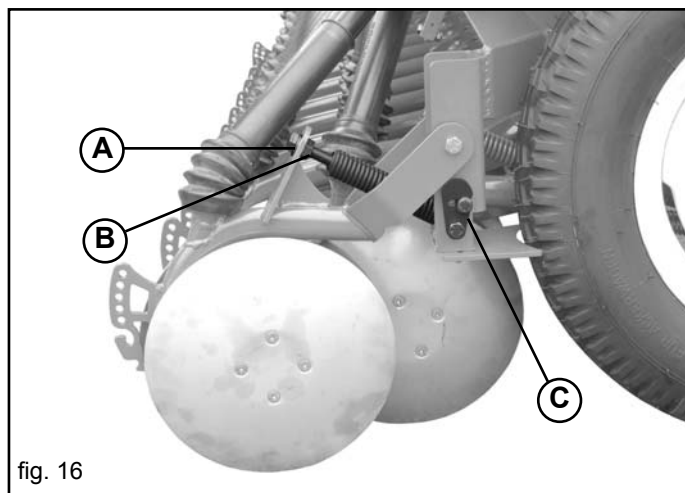

fig. 16
Dans les rangs extérieurs, augmenter ou diminuer la pression en réglant la vis (A Fig. 16), en la bloquant avec l'écrou (B).
Pour les éléments de rayonnage extérieurs, qui agissent sur les traces laissées par les roues du semoir, régler la profondeur de travail en changeant le limiteur de position (C, Fig. 16).